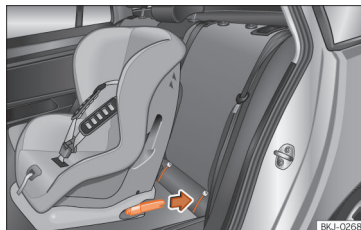

Рис. 38 Заднє сидіння: установа дитячого крісла ISOFIX.
- Зафіксуйте дитяче крісло в кільцях кріплення ISOFIX/i-Size до чутного звуку >>> **рис. 38**. Якщо сидіння оснащено ременем Top Tether, зачепіть його у відповідній точці >>> **с. 60**. Дотримуйтесь інструкцій виробника дитячого автокрісла.